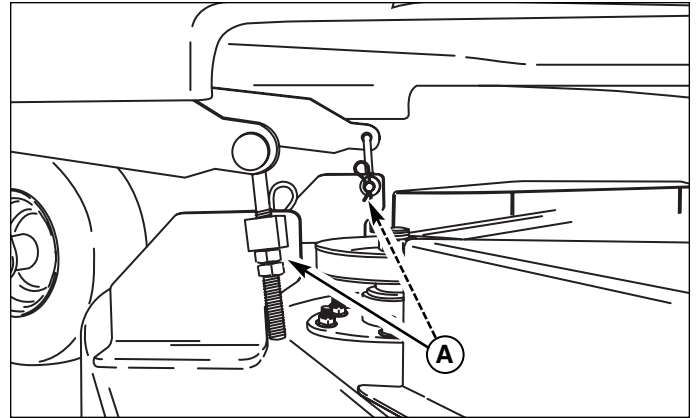

Figure 31. Mise à niveau transversale de la tondeuse -
8. Pour régler l'avant du carter de tondeuse, utilisez les écrous de réglage sur les tiges de levage de l'avant de carter (A, Figure 31) jusqu'à ce que la distance voulue soit atteinte. Veillez à régler les deux côtés de la même façon.